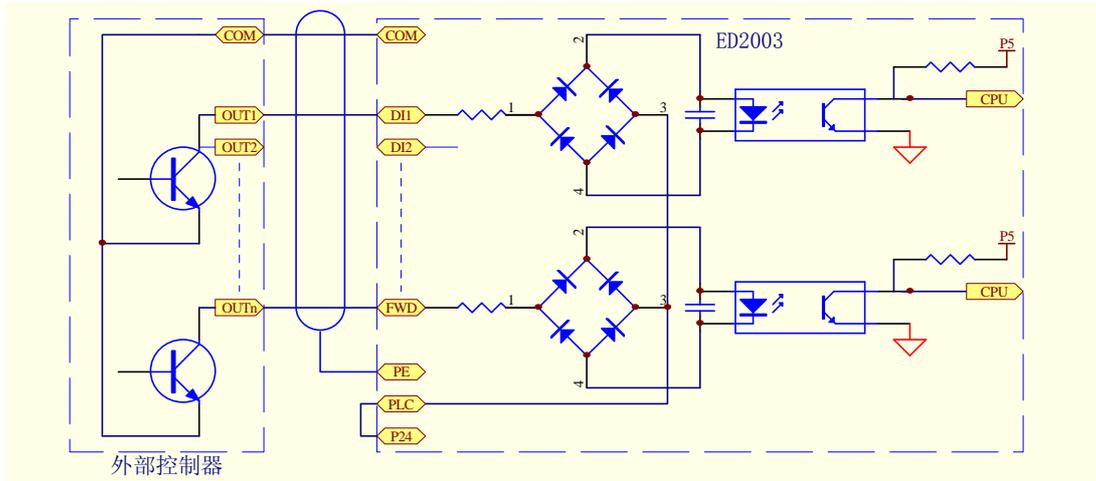

图 3-16 使用变频器内部 P24V 电源的源极接线方式
①使用变频器内部 P24V 电源, 外部控制器为 NPN 型的共发射极输出的连接方式, 如图 3-16